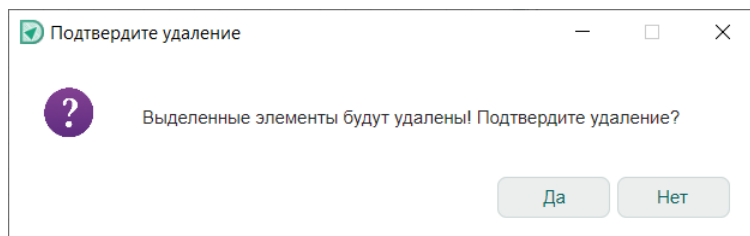

Рис. 320 Подтверждение операции удаления радиодетали
3. Подтвердите операцию удаления, см. Рис. 320.